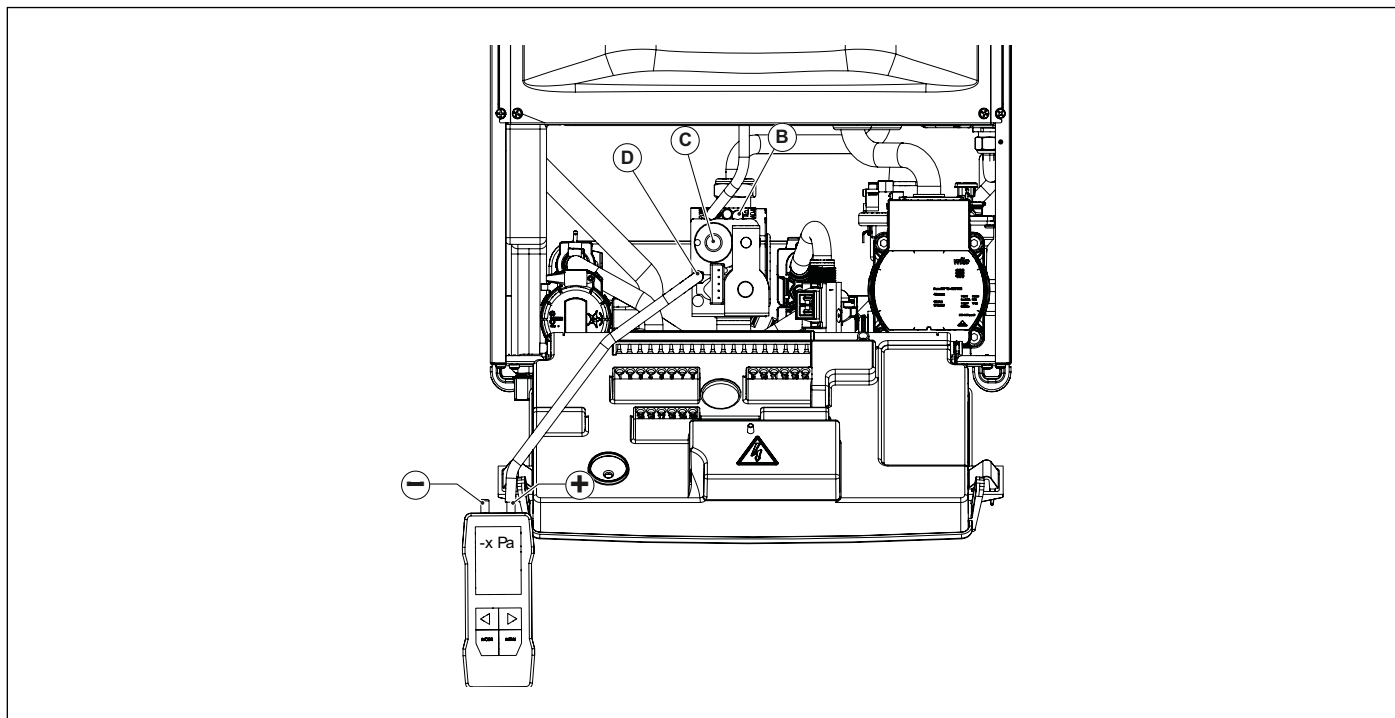

Fig. 35 Reglarea presiunii de offset
- Deschideți șurubul robinetului de presiune de offset **D** și conectați-l la intrarea pozitivă (\*) a manometrului de presiune diferențială (a se vedea Fig. 35 Reglarea presiunii de offset).